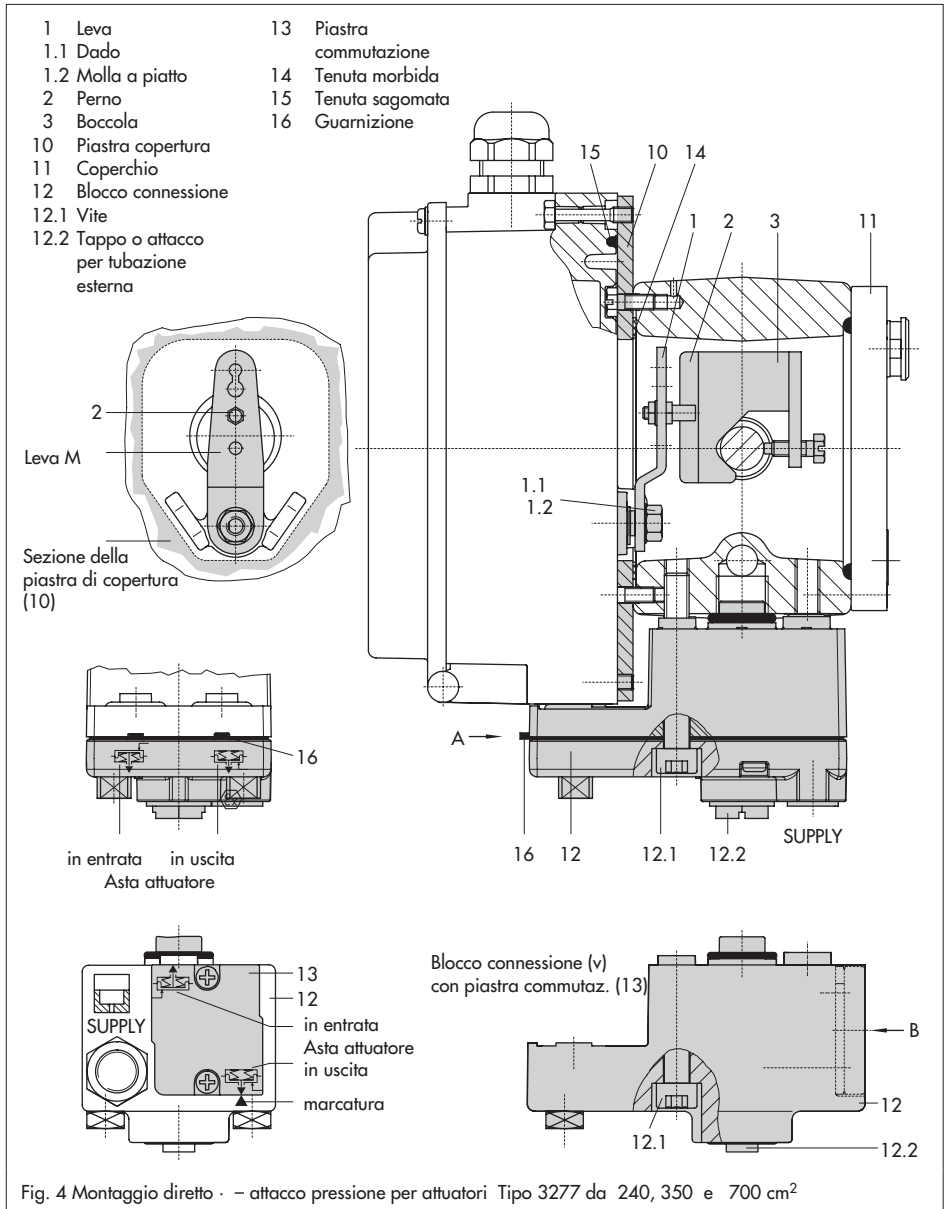

Fig. 4 Montaggio diretto – attacco pressione per attuatori Tipo 3277 da 240, 350 e 700 cm²
1. Posizionare la boccola d'accoppiamento (3) sull'asta dell'attuatore, indirizzarla e avvitare in modo che la vite di fermo si trovi nella scanalatura dell'asta.
2. Fissare la piastra di copertura (10) con il lato più stretto della sezione (fig. 4 a sinistra) in direzione dell'attacco di pressione. Assicurarsi che la tenuta morbida applicata (14) sia fissata verso il castello dell'attuatore.
3. Per attuatori da 700 cm² su leva **M** (1), rimuovere il perno (2) sul lato posteriore del posizionatore dalla posizione **35**, spostarlo nella posizione **50**, e avvitare.
6. Assicurarsi che l'estremità della guarnizione (16) sporga lateralmente dal blocco, in modo che il simbolo dell'attuatore "asta in uscita" o "asta in entrata" corrisponda con la versione dell'attuatore. Se necessario togliere il coperchio e le tre viti di fissaggio, e rimettere la guarnizione (16) ruotata di 180°. Nella versione precedente del blocco di connessione (fig. 4, in basso) è necessario ruotare la piastra d'inserzione (13) in modo che il simbolo dell'attuatore sia rivolto verso la marcatura.
7. Disporre il blocco (12) con i relativi anelli di tenuta contro il posizionatore. Avvitare a fondo la vite di fissaggio (12.1). Per attuatori con azione di sicurezza "asta in entrata", togliere anche il tappo (12.2) e installare il tubo esterno della pressione.
8. Montare il coperchio (11) sull'altro lato. Dopo aver installato la valvola, assicurarsi che lo sfianto sia rivolto verso il basso per permettere il drenaggio dell'acqua di condensa accumulata.